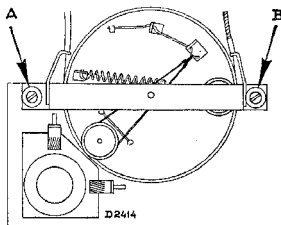

Fig. 11
- Beugel van trommelschijf verstellen volgens nevenstaande tabel, na telkens de beide schroeven A en B (zie fig. 11) een weinig los te draaien.